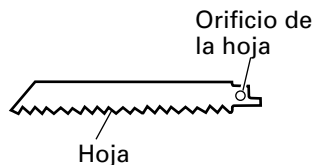

Fig. 11
**No utilice ninguna hoja de sierra con el orificio de la hoja gastado. De lo contrario, la hoja podría soltarse y provocar lesiones personales. (Fig.11)**